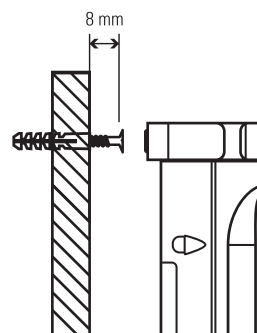

Fig. 3. Detalhe de montagem na parede.
- ① Cabo de alimentação.
- ② Interruptor disjuntor rearmável.
- ③ Interruptor para ligar/desligar.
- ④ Tomadas com dispositivo de segurança para crianças.
- ⑤ Tomada **MASTER** com dispositivo de segurança para crianças.
- ⑥ Tomada **SLAVE** com dispositivo de segurança para crianças.
- ⑦ Recolhedor de cabos integrado, orientável e fixável na parede (ver Fig. 3 e Fig. 4).
- ⑧ Conector carregador rápido USB-A de 20 W.
- ⑨ Conectores carregadores rápidos USB-C de 20 W.
- ⑩ LED indicadores da função **MASTER/SLAVE**.
- ⑪ Interruptor para o controlo da função **MASTER/SLAVE**.
- ⑫ Indicador luminoso de proteção ativa de rede "PROTECTED".